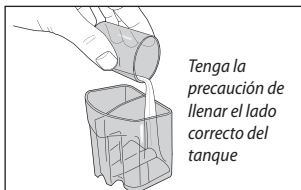

Fig. 5
7. Añada 80 ml de agua corriente/agua destilada O agua salada al lateral de mayor capacidad del tanque de llenado secundario (el lateral alimentado por el tubo de succión), Fig. 5.